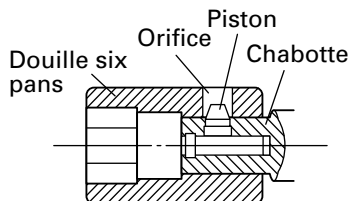

Fig. 2
6. Mise en place de la douille (Fig. 2)